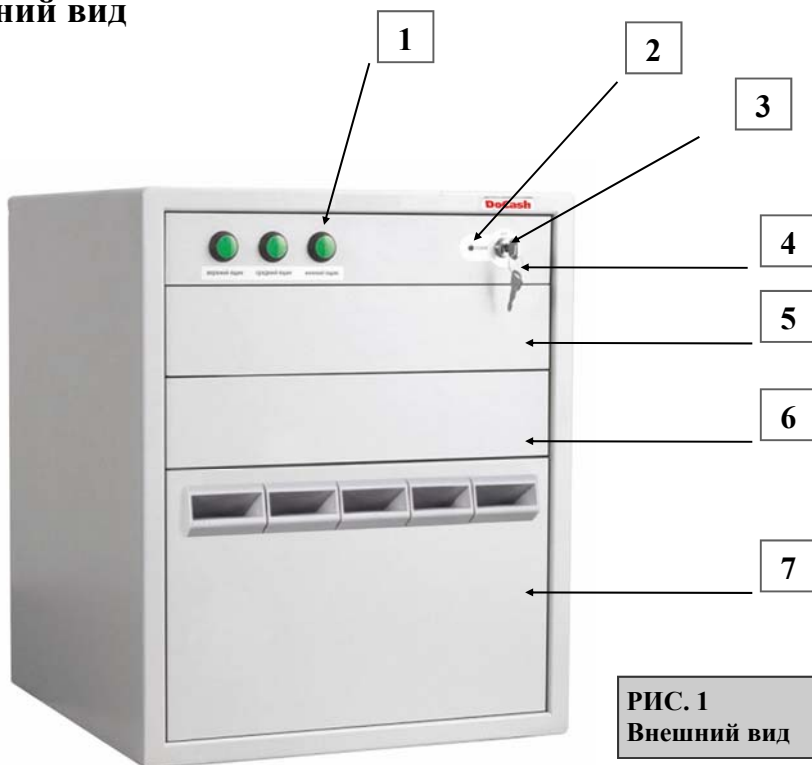

РИС. 1
- Включите питание темпо-касси с помощью выключателя, расположенного на задней стенке корпуса (рис.2), при этом на панели управления красным цветом загорится индикатор сети (рис.1).